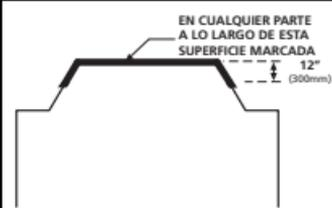

FIGURA 4
- Instale alarmas de humo en techos tipo bandeja (techos artesonados) en el tramo más alto del techo o en el tramo inclinado del techo dentro de las 12 pulgadas (30,5 cm) verticalmente hacia abajo desde el punto más alto (consulte la Figura 4).